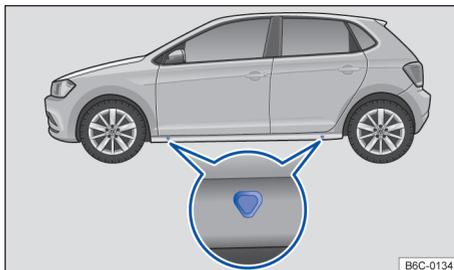

Fig. 165 Pontos de apoio do macaco.
O macaco somente pode ser posicionado nos pontos de apoio indicados (marcação na carroceria) → Fig. 165. É válido o ponto de apoio localizado próximo à roda correspondente → .
7. Procurar sob o veículo o ponto de apoio do macaco → Fig. 165, mais próximo da roda a ser trocada.